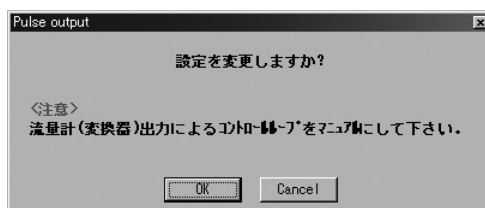

図31
- ④ 全て設定が完了したら「OK」ボタンをクリックします。クリックすると図31のようなメッセージボックスが現れます。